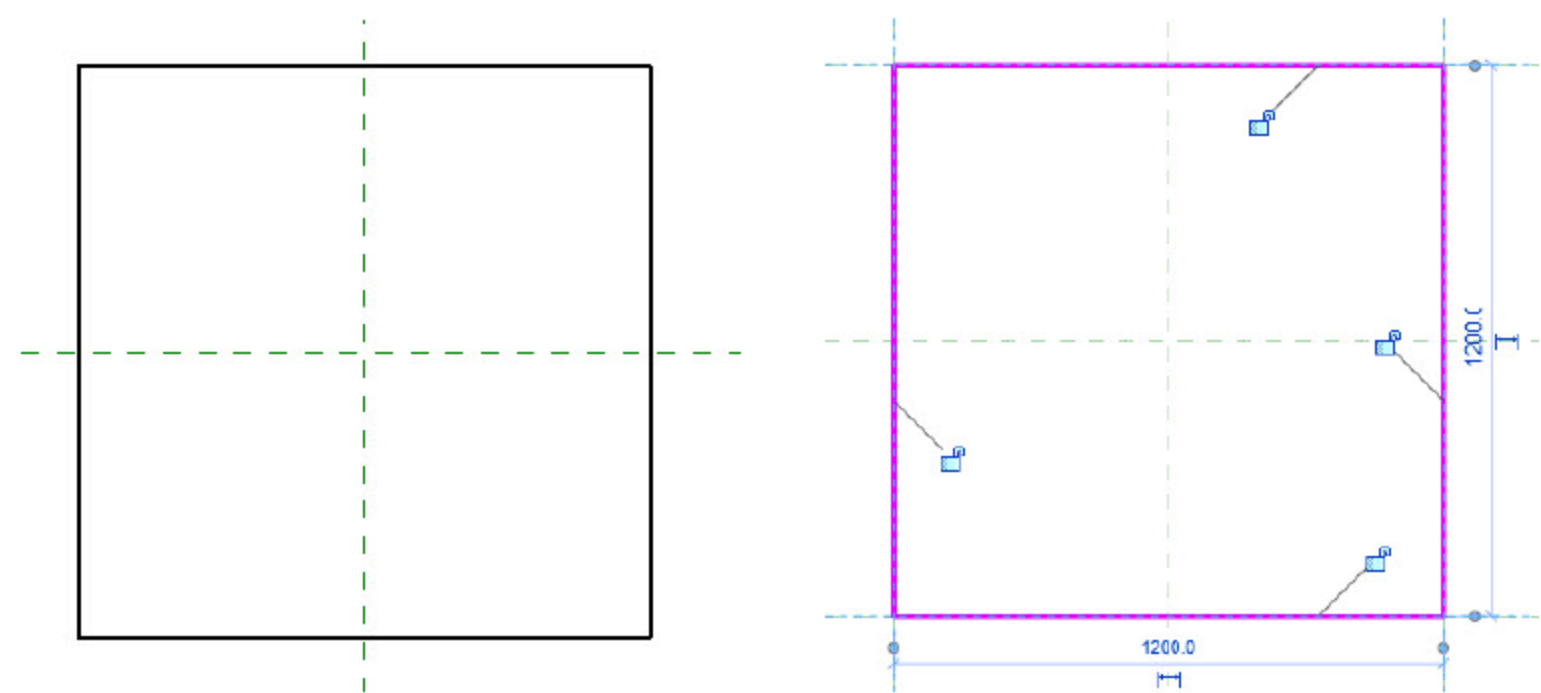

图 2.1.3 绘制承台截面
(3) 绘制承台截面。选择“创建”→“拉伸”→“矩形”命令，绘制矩形承台截面，删除多余的辅助线，如图 2.1.3 所示。